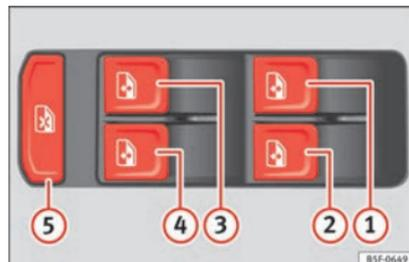

Fig. 128 Dettaglio della porta del conducente: comandi per i finestrini.
Premendo il tasto di sicurezza  » **fig. 128** è possibile disattivare i comandi nelle porte posteriori. Premendo di nuovo il tasto di sicurezza  si riattivano i comandi delle porte posteriori.
- In caso di bambini a bordo seduti sui sedili posteriori, per ragioni di sicurezza, si consiglia di utilizzare il tasto di sicurezza  » **fig. 128**, che disattiva i comandi dei finestrini posteriori.